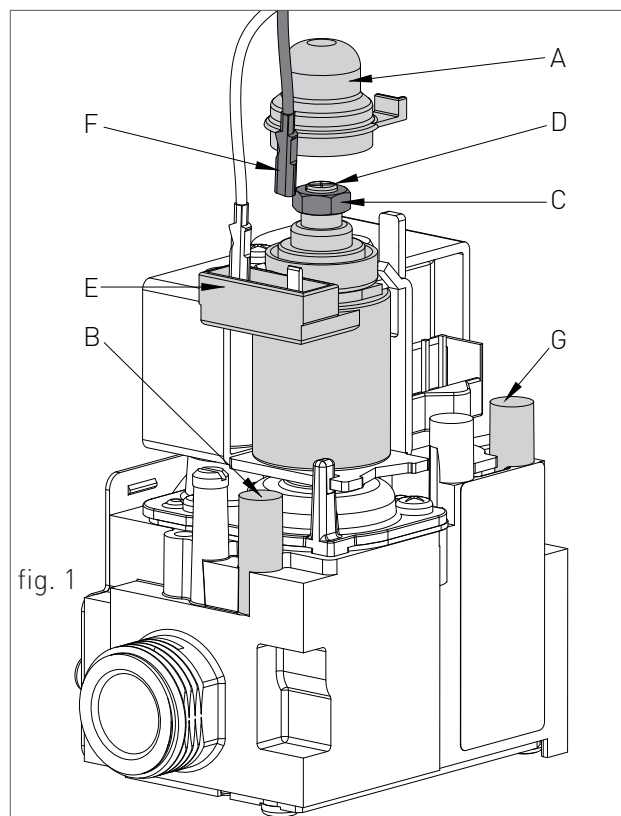

fig. 1
- › in caso contrario togliere il tappo 'A' (fig.1) e agire con una chiave aperta da 10 sul dado 'C' (fig.1) ruotandolo fino a che il manometro non segni la pressione corretta.
- › scollegare uno dei due fastom 'F' (fig.1) di alimentazione sul modulatore 'E' (fig.1) e verificare che la pressione gas letta sul manometro sia conforme a quanto riportato al capitolo "DATI TECNICI";
- › in caso contrario, mantenendo bloccato il dado 'C' con una chiave aperta da 10, agire con un cacciavite a taglio sulla vite 'D' (fig.1) ruotandola fino a che il manometro non segni la pressione corretta.
- › ricollegare il fastom di alimentazione sul modulatore 'E' (fig.1);
- › rimontare il tappo 'A' (fig.1) sul modulatore nella posizione originale per il corretto funzionamento.